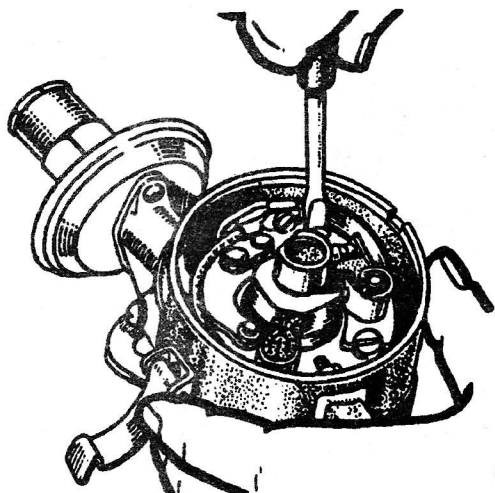

Рис. 258. Отвертывание стопорного винта для регулировки зазора между контактами
4. Если зазор больше или меньше 0,35—0,45 мм, надо ослабить стопорный винт крепления стойки (рис. 258) неподвижного контакта и, вращая регулировочный эксцентриковый винт, установить нормальный зазор.